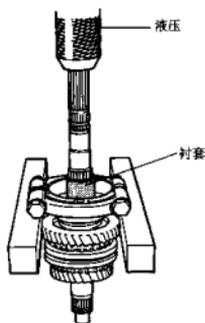

图 10-32
(7) 拆卸输出轴上的轴承垫片和倒档齿轮衬套时应用液力工具（图 10-32）。